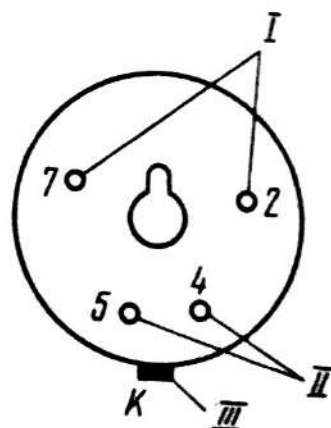

Рис.5. Цоколевка преобразователя ПМИ-2:
5.2.2. Ионизационный преобразователь ПМИ-2. Преобразователь ПМИ-2 представляет собой трехэлектродную лампу, смонтированную в стеклянной колбе (стекло С49-2). Вольфрамовый катод, расположенный по оси преобразователя, и анод, выполненный в виде спирали, выведены на ножку преобразователя. Коллектор в виде цилиндра, окружающего анод, выведен в верхнюю часть колбы для уменьшения тока утечки. Преобразователь имеет штенгель диаметром 16₂ мм для присоединения его к вакуумной системе. Расположение электродов на типовом октальном цоколе приведено на рис.5.